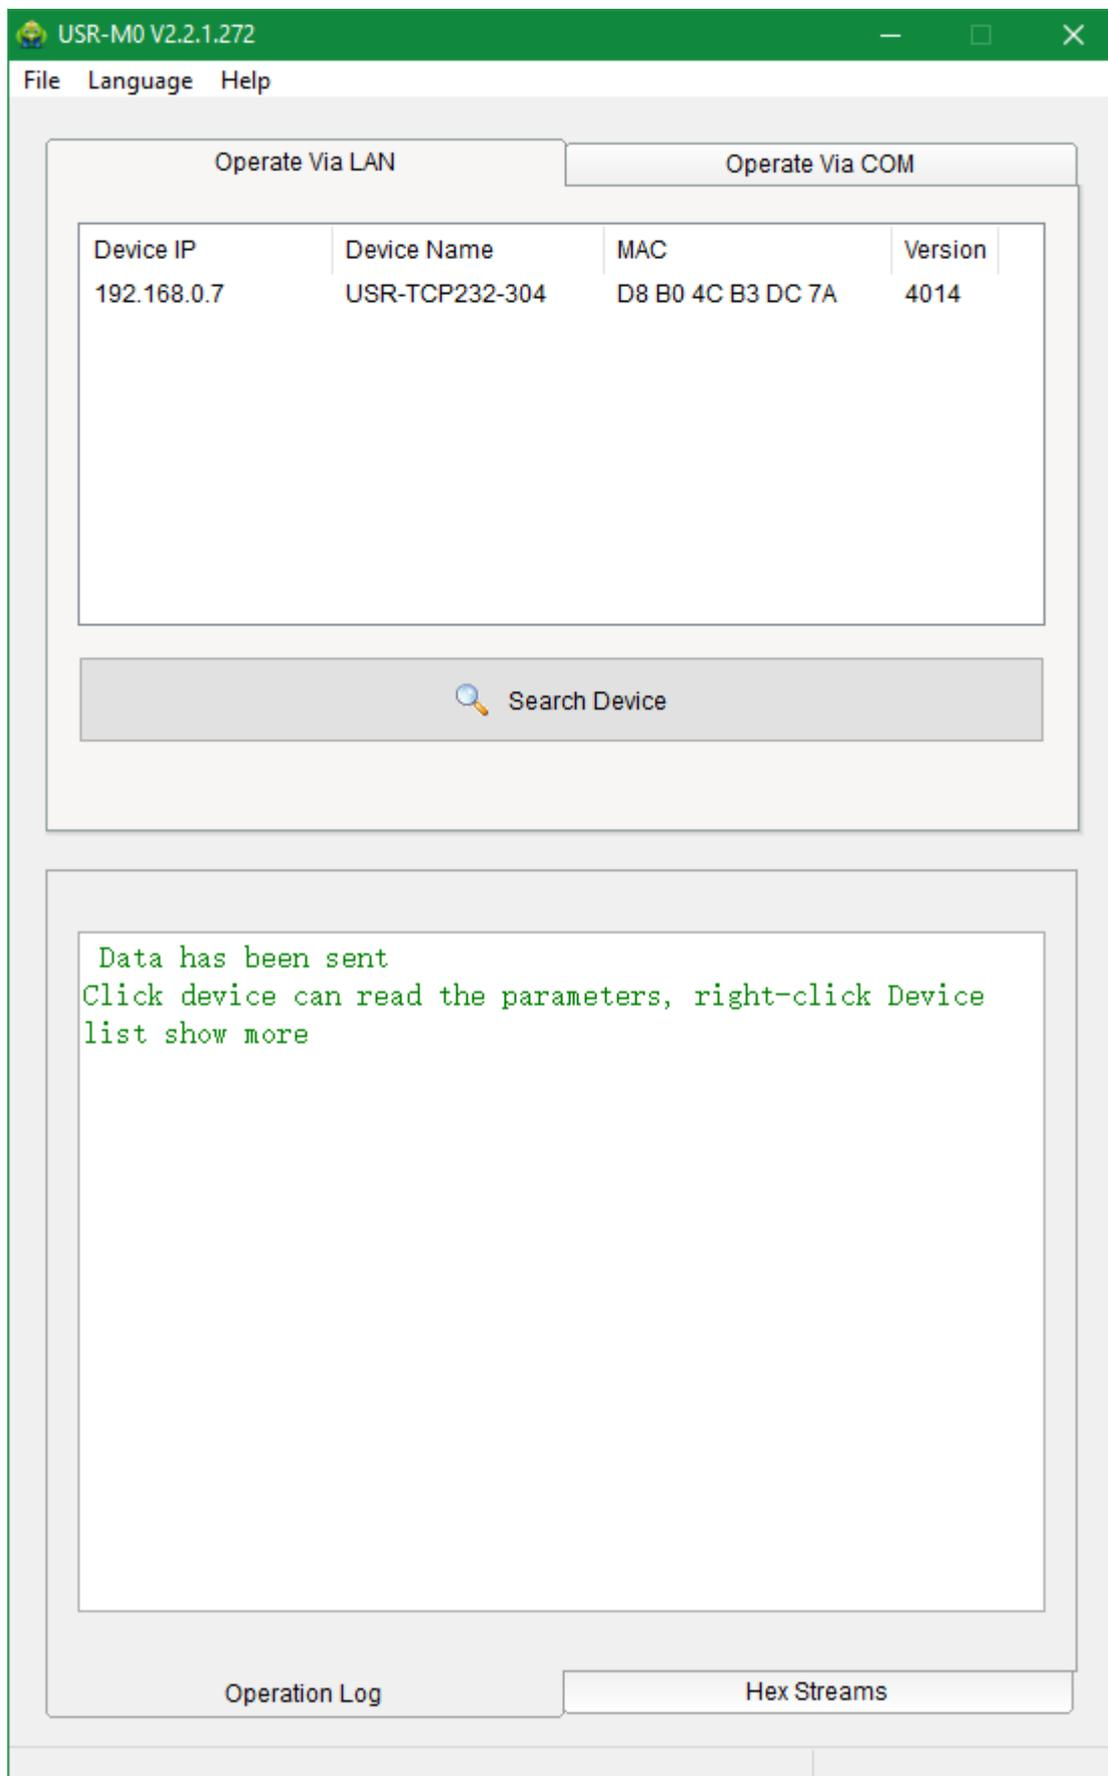

Рисунок 4.2.
4. Нажать кнопку «**Search Device**». На экране отобразится окно с подключенным устройством, приведенное на рис.4.2.